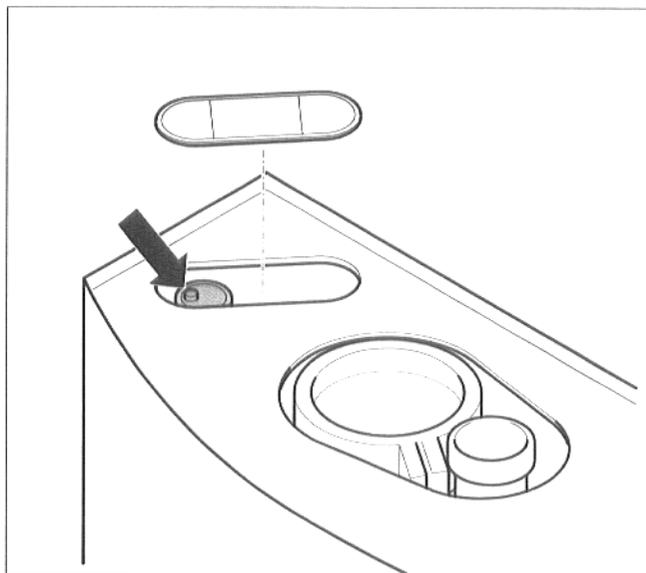

Abb. 17 Automatische Entlüftung
- Abdeckung entfernen und Schutzkappe am automatischen Entlüfter eine Umdrehung aufdrehen (Abb. 17).